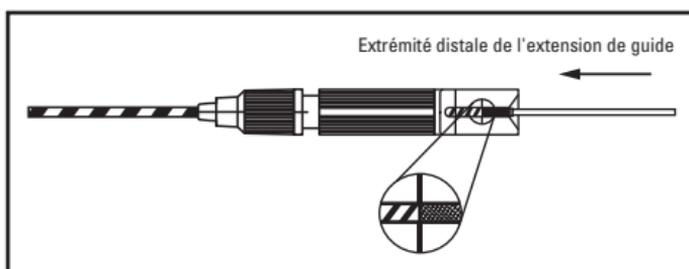

Figure 4. Outil d'alignement
5. Introduire l'extrémité distale de l'extension de guide haute performance Jagtail dans l'outil d'alignement et la pousser jusque dans l'hypo-tube situé à l'extrémité proximale du guide extensible Jagwire de 260 cm (voir Figure 4), en procédant par petites poussées jusqu'à ce que l'extrémité distale du manchon interne de l'extension de guide haute performance Jagtail se trouve dans l'hypo-tube du guide extensible Jagwire de 260 cm et y reste une fois relâchée. S'assurer qu'il n'y a pas de métal à nu sur l'extension de guide haute performance Jagtail avant de poursuivre. Le cas échéant, continuer de pousser l'extension de guide haute performance Jagtail jusqu'à ce qu'il n'y ait plus de métal à nu.